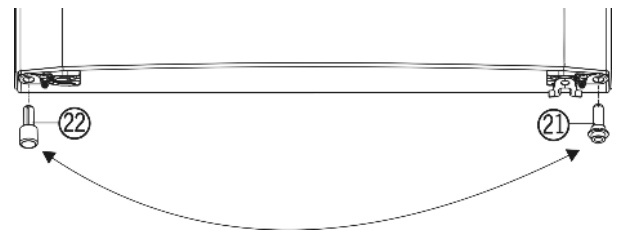

Fig. 5
- ▶ Estrarre il distanziatore Fig. 5 (22) dalla porta, in basso a sinistra.
- Inserire nuovamente il distanziatore Fig. 5 (22) nella porta, in basso a destra.